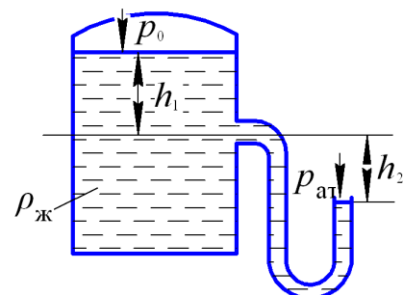

Рисунок 1.20
**Задача 17** (рис. 1.20). Определить вакуумметрическое давление в точке присоединения U-образного жидкостного вакуумметра к сосуду, заполненного той же жидкостью, а также абсолютное давление  $p_0$  на свободной поверхности в сосуде, если заданы высоты  $h_1$ ,  $h_2$  и плотность жидкости  $\rho_{ж}$ . Исходные данные к задаче приведены в табл. 17.